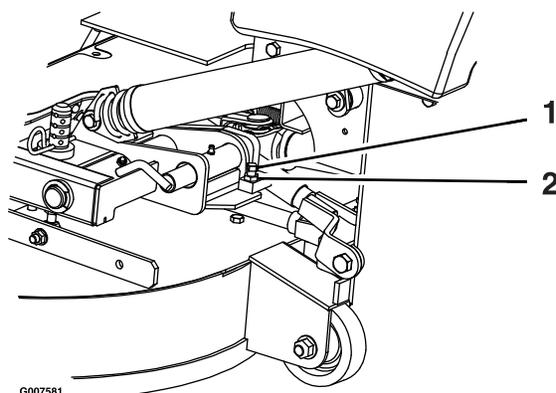

**Figure 59**
3. Desserrez les 6 écrous des charnières du couvercle (Figure 59).
4. Ouvrez le couvercle et placez une bande de caoutchouc de 9,5 mm (3/8") ou un flexible de 9,5 mm (3/8") de diamètre entre la trémie et le couvercle (Figure 59).